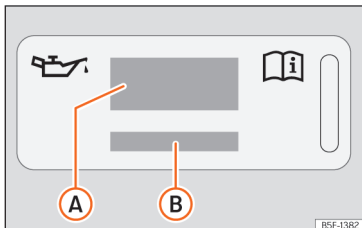

Fig. 184 No compartimento do motor: etiqueta de óleo do motor
Legenda da >>> Fig. 184:
Se tiver de adicionar óleo do motor, utilize um dos óleos indicados na etiqueta >>> Fig. 184. A etiqueta com a norma prescrita encontra-se na parte da frente do compartimento do motor
- Se faltar a etiqueta com a especificação do óleo do motor >>> Fig. 184, contacte uma oficina especializada.